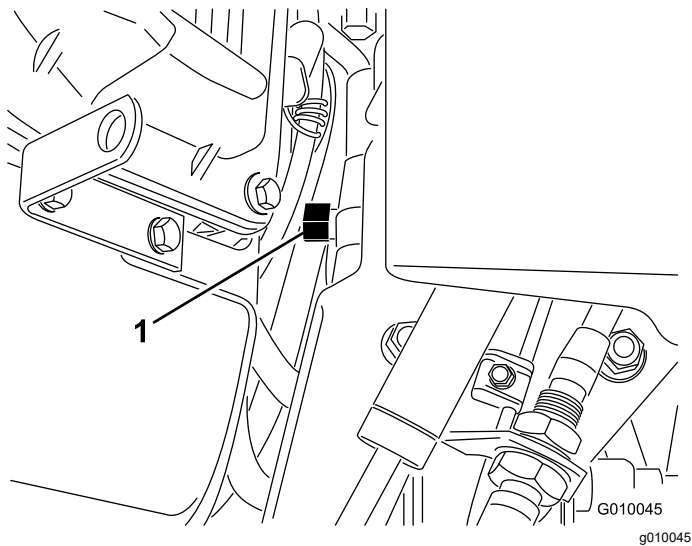

Figura 29
2. Localizați supapa de bypass între motor și pompa hidrostatică (Figura 29).
3. Folosind o cheie de 5/8", rotiți supapa de bypass cu 1 tură în sens invers acelor de ceasornic. Acest lucru permite uleiului hidraulic să ocolească pompa, permițând roilor să se rotească (Figura 29).
5. Pentru a utiliza din nou maina, rotii supapa de bypass cu 1 tură în sensul acelor de ceasornic (Figura 29).